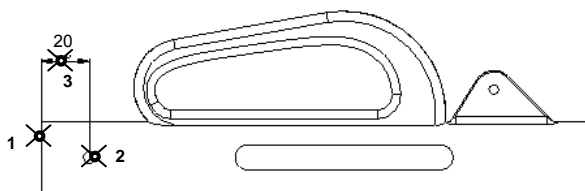
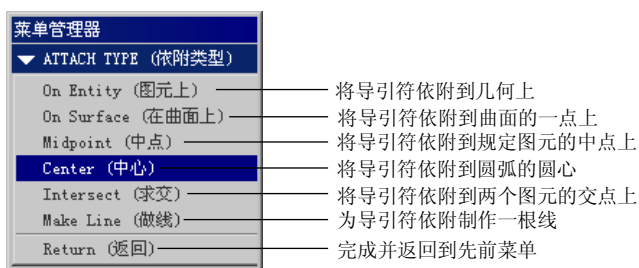

图 10.5.3 “新参照”尺寸标注
图 10.5.4 “依附类型”菜单
下面以图 10.5.3 所示的零件模型 body 为例，说明在模型上创建草绘“新参照”尺寸的一般操作过程。
Step2. 在图 10.5.4 所示的  ATTACH TYPE (依附类型) 菜单中选择  Attach to Point (中点) 命令，然后在图 10.5.3 所示的 1 点处单击（1 点在模型的边线上），以选取该边线的中点。
Step3. 在图 10.5.4 所示的“依附类型”菜单中选择 **Center (中心)** 命令，然后在图 10.5.3 所示的 2 点处单击（2 点在圆的弧线上），以选取该圆的圆心。
Step4. 在图 10.5.3 所示的 3 点处单击鼠标中键，确定尺寸文本的位置。